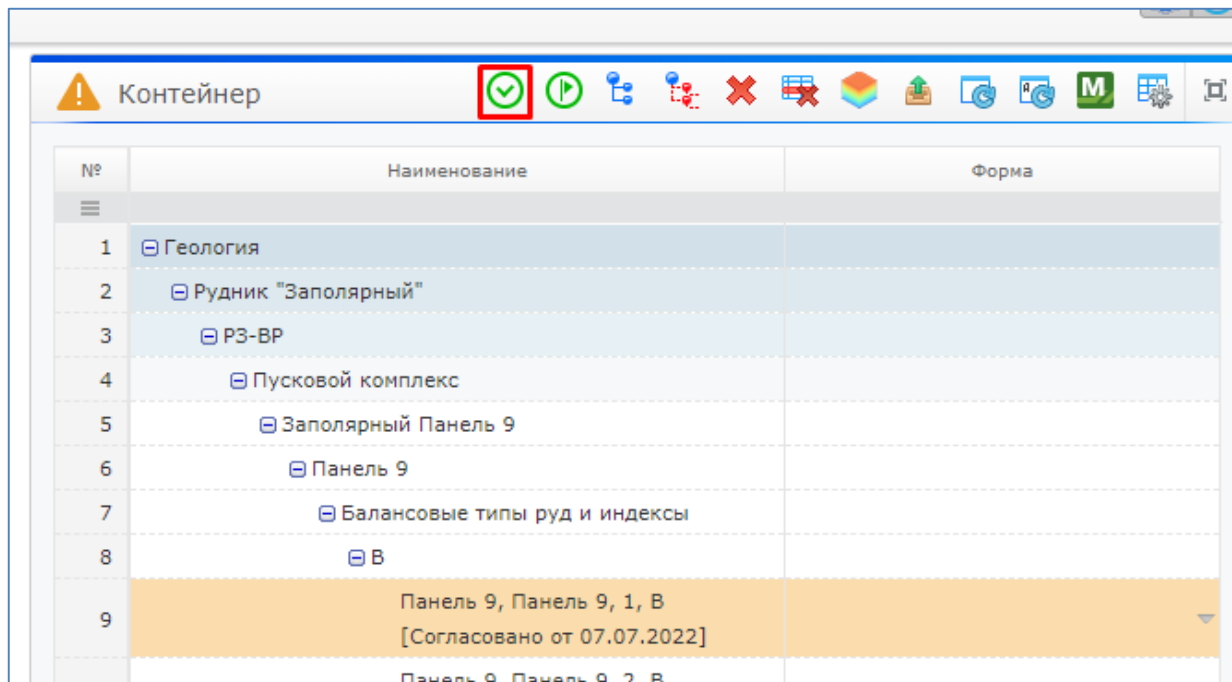

Рисунок 7. Кнопка «Согласовать»
6. В блоке «Контейнер» нажать на кнопку «Согласовать» (Рисунок 7).